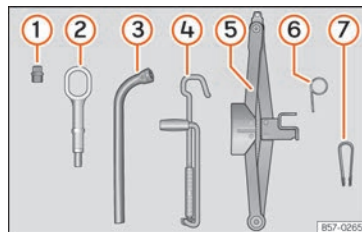

Fig. 73 Nel bagagliaio, sotto la copertura del piano di carico: attrezzi di bordo.
- Collocare la pinza di plastica (attrezzo di bordo » **fig. 73** ⑦) sul cappuccio finché non si aggancia » **fig. 75**.